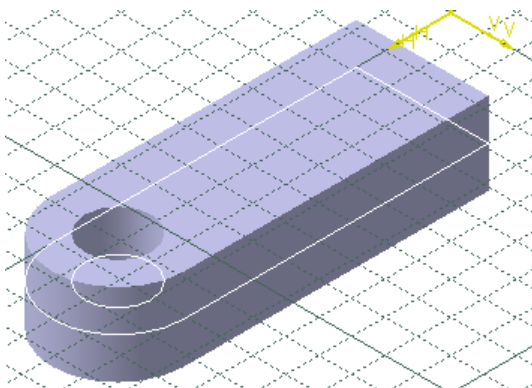

Рис. 38
5) Перемістити площину ескізу таким чином, щоб деталь була видна повністю. Для цього можна використовувати команду **"Isometric View"** (ізометричний вигляд) з панелі інструментів **View** (Рис. 38).